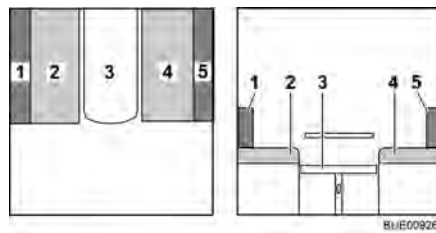

Bild 78 Under ombyggnaden
- Tag bort ryggdynan (Bild 78,5) och lägg den åt sidan.
- Lägg sittdynan (Bild 78,2) i mitten.